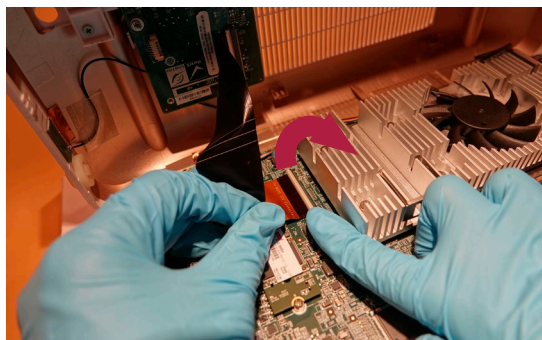

Figura 11 Desconexión del cable FPC
j) Suelte el cable FPC (Figura 11)